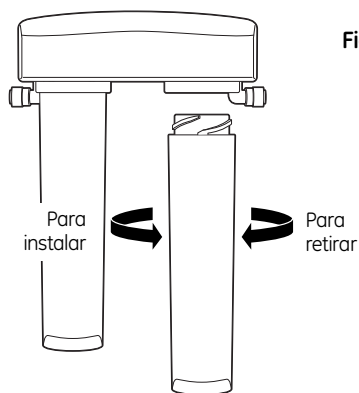

Fig. 11
1. Retire los cartuchos de los filtros del recolector girando los cartuchos hacia la izquierda 1/3 de giro. (Fig. 11). **NOTA:** Podría salir una pequeña cantidad de agua de la tubería entre el filtro y el grifo, la cual se puede absorber con una toalla pequeña.